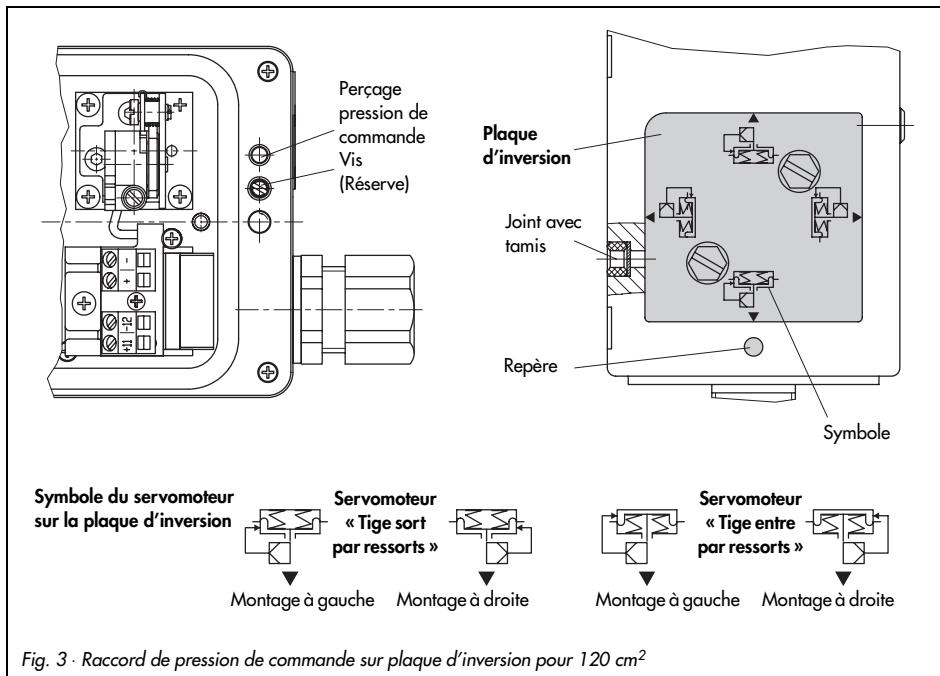

Fig. 3 · Raccord de pression de commande sur plaque d'inversion pour 120 cm2
**Pour montage sur des servomoteurs de 120 cm2** (fig. 3), le raccord de pression de commande latéral (output 36) doit être obturé par un bouchon prévu en accessoire. Sur ce bouchon, sortir auparavant le filtre se trouvant dans le raccord.
**Important :** Si un appareil, tel qu'une électrovanne, doit être monté sur la liaison positionneur - servomoteur, la liaison directe par l'arrière du positionneur n'est plus possible. Il est donc nécessaire d'obturer le raccord arrière du positionneur par la vis de réserve se trouvant dans la réserve à côté de la vis de fixation (voir fig. 3).
D'autre part, le perçage pour la pression de commande se trouvant à l'arrière du boîtier du positionneur doit être obturé. Pour cela, utiliser la vis se trouvant dans la réserve à côté de la vis de fixation du positionneur et la visser dans le raccord arrière (voir fig. 3).